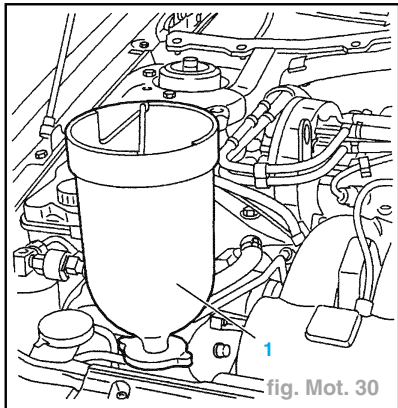

fig. Mot. 30
- Monter sur l'orifice de remplissage le cylindre de charge (1) (réf. 4520-T) (fig. Mot. 30).